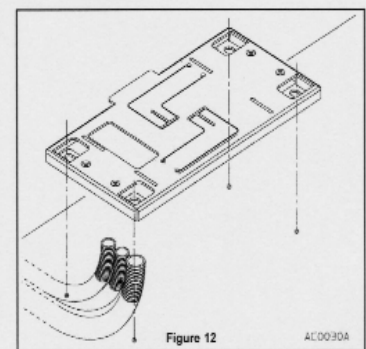

Figure 12
- Marquer les centres des trous prévus pour les vis de fixation (fig. 12), déplacer la plaque d'ancrage et percer à l'aide d'un perforateur.